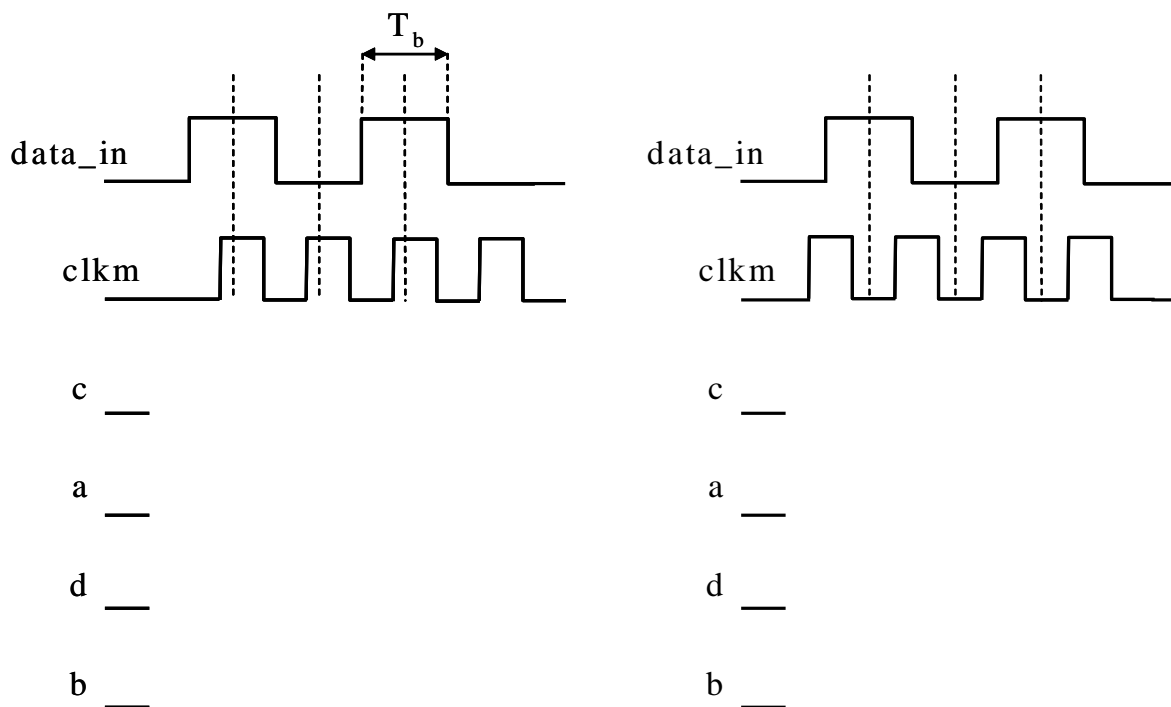

Figura 2.
1. Omplir els cronogrames que es mostren a la figura 2. El valor T_b representat a la figura és el període de bit del senyal *data_in*.